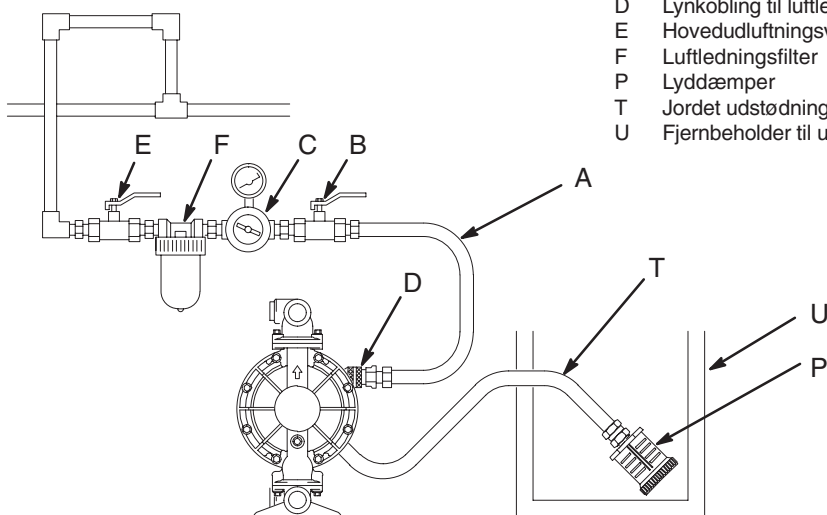

Fig. 6
Hvis membranen går i stykker, vil væske blive ledt ud sammen med luften. Anbring en beholder for enden af udstødningsluftledningen til at opsamle væske. Se Fig. 6.
1. Fjern lyddæmperen (P) fra pumpens udstødningsluftstuds.
2. Installér en jordet udstødningsluftslange (T) og tilslut en lyddæmper (P) til den anden ende af slangen. Udstødningsslangen skal mindst være med en indvendig diameter på 3/4" (19 mm). Hvis det påkræves en slange på mere end 4,57 m, anvend da en slange med en større diameter. Undgå at sno eller bøje slangen for voldsomt.
3. Anbring en beholder (U) for enden af udstødningsluftledningen til at opsamle væske i tilfælde af, at en membran måtte sprænges. Se Fig. 6.